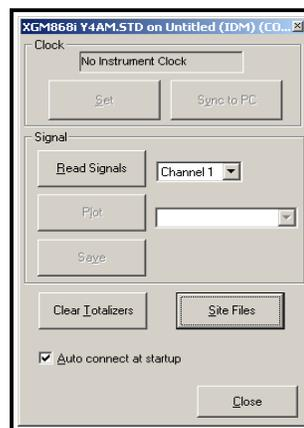

Figure 27 : Fenêtre Propriétés
3. La fenêtre *Propriétés* apparaît semblable à la Figure 27. Pour effacer les totaliseurs XGM868i, cliquez sur le bouton [Effacer les totaliseurs]. Les totaliseurs XGM868i sont remis à 0.